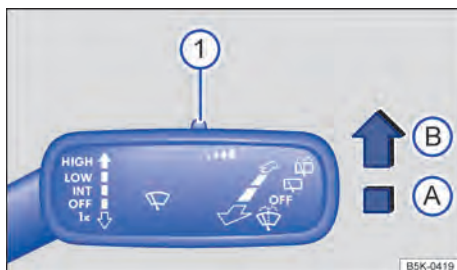

Fig. 105 À direita da coluna de direção: alavanca dos limpadores dos vidros.
Pressionar a alavanca para a posição desejada → Fig. 105:
A sensibilidade do sensor de chuva e de luz pode ser ajustada manualmente com o interruptor na alavanca dos limpadores dos vidros → Fig. 105 ① → ⚠.